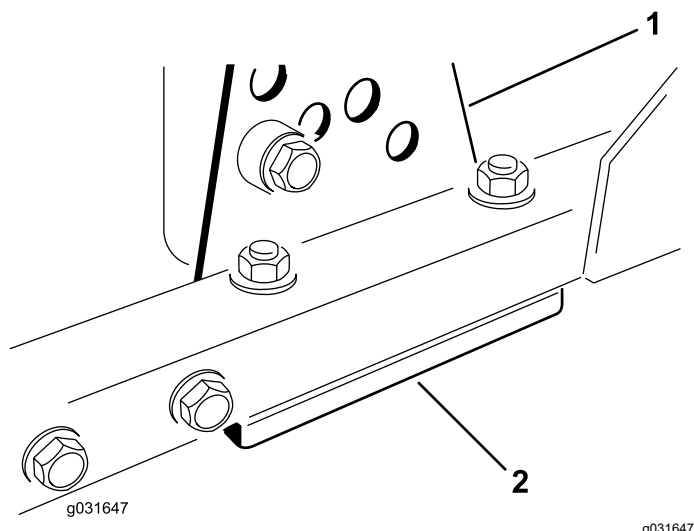

Bild 71
1. Entfernen Sie die Schnitthöhen-Einstellhalterung (vorne, links oder rechts) vom Mähwerkrahmen (Bild 71).
2. Führen Sie 1,5-mm- und/oder 0,7-mm-Beilagscheiben zwischen dem Mähwerkrahmen und der Halterung ein, um die gewünschte Schnitthöhe zu erhalten (Bild 71).
3. Bringen Sie die Schnitthöhen-Einstellhalterung am Mähwerkrahmen mit den restlichen Beilagscheiben unter dem Bügel an (Bild 71).